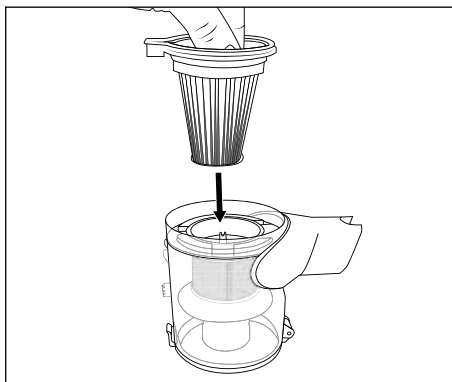
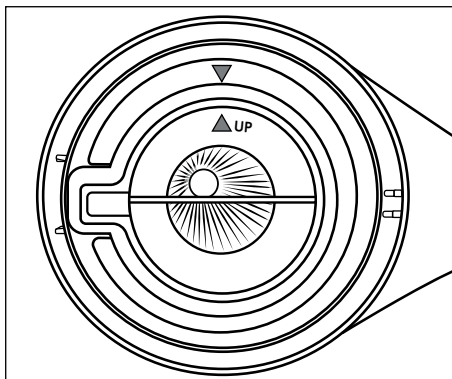

Abb. 23
Abb. 24
- 8) Setzen Sie den HEPA-Filter **6** in den Edelstahlfilter **11** ein (siehe Abb. 23). Achten Sie dabei darauf, dass die beiden Pfeilmarkierungen im HEPA-Filter **6** und im Staubbehälter **7** übereinander stehen (siehe Abb. 24).